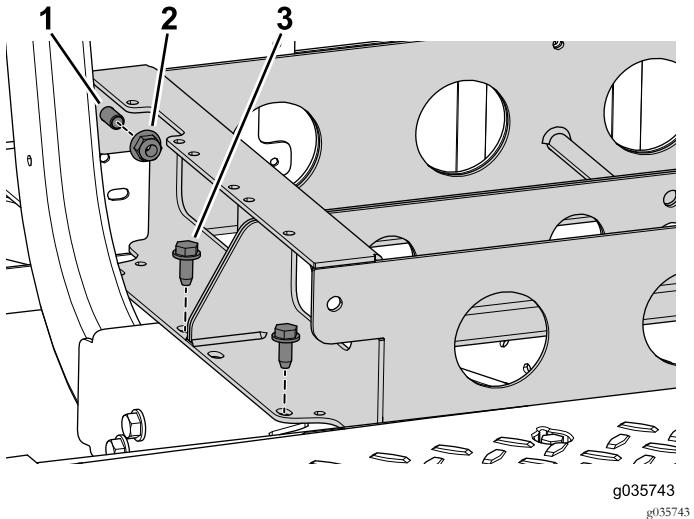

Figura 83
- Utilize as duas porcas flangeadas e parafusos para unir os tabuleiros da bateria traseiro e dianteiro (Figura 83).
- Utilize os quatro parafusos (3/8 x 1 pol.) para prender o tabuleiro da bateria dianteiro à máquina (Figura 83).